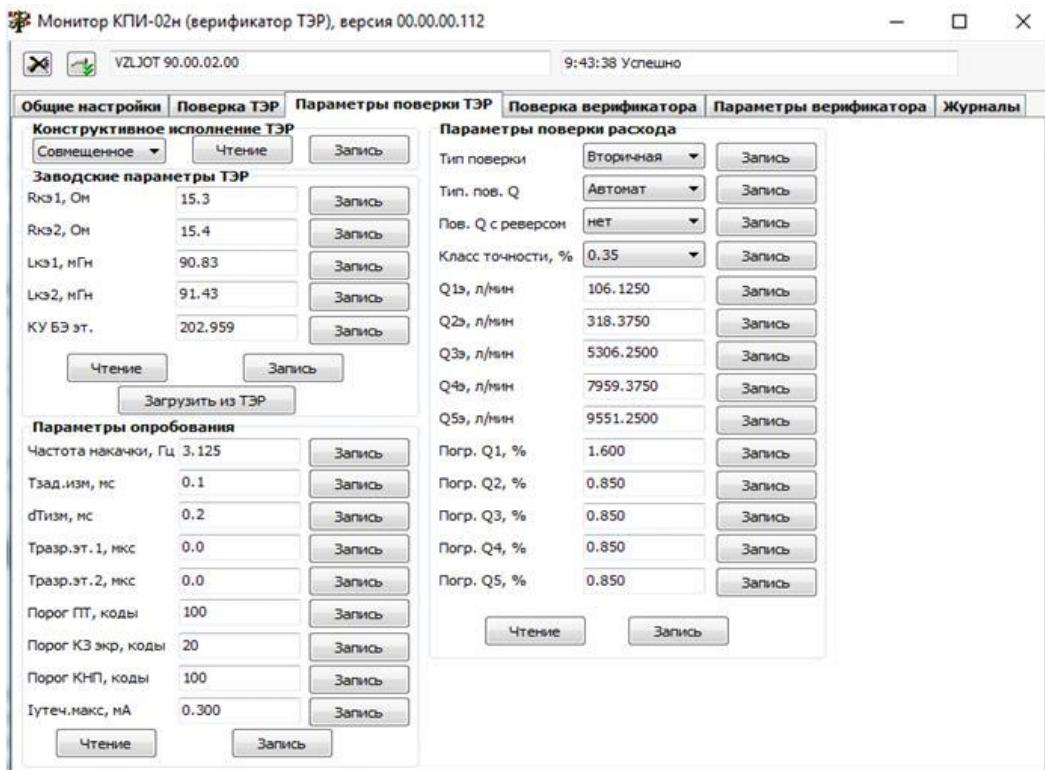

Рис.6. Вкладка «Параметры поверки ТЭР».
3.4.4. На вкладке **Параметры поверки ТЭР** (рис.6) возможно чтение и запись эталонных параметров ТЭР, с которыми производится сравнение при проведении периодических поверок, а также параметры опробования и параметры поверки расхода, перечисленные в п.3.3.4. Работа с указанными параметрами рекомендуется только опытным пользователям.